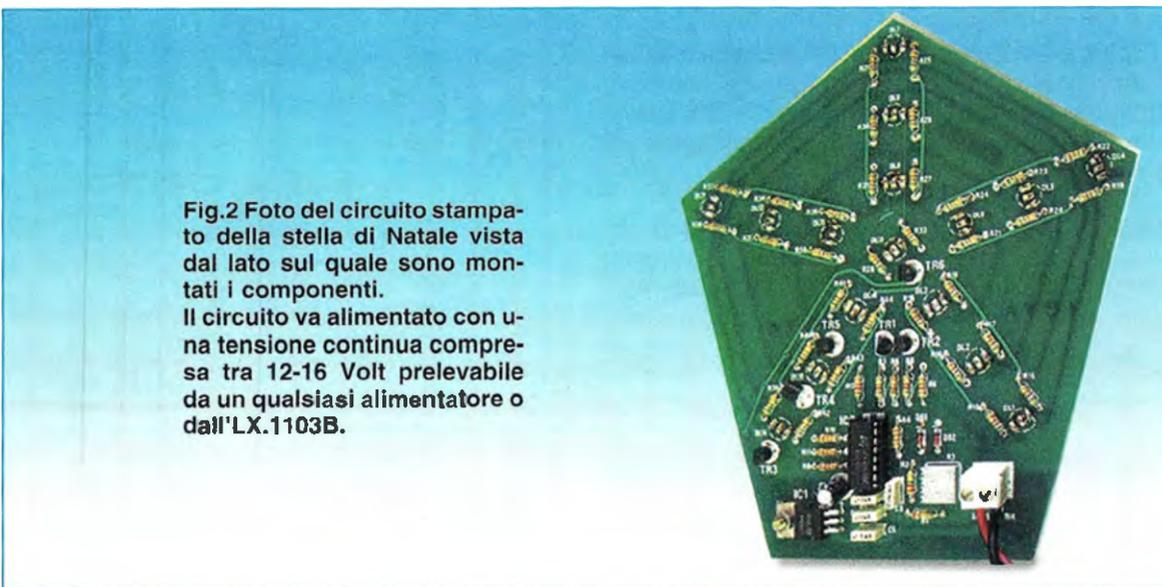

Fig.2 Foto del circuito stampato della stella di Natale vista dal lato sul quale sono montati i componenti.
Fig.2 Schema elettrico del gioco di luci siglato LX.1696. Tutto il circuito è sotto la tensione di rete dei 230 volt, stabilizzata a 12 volt dall'integrato MC.78L12, collegato ad un trasformatore da 14 volt alternati tramite un ponte raddrizzatore ed i condensatori di livellamento. Quando il deviatore S1 è aperto (ON) è il segnale captato dalla capsula microfonica a determinare la frequenza di accensione e spegnimento delle lampade collegate sulle uscite; quando, invece, il deviatore S1 è chiuso (OFF) la frequenza è determinata in modo autonomo e a cadenza fissa da un normale oscillatore a bassa frequenza (circa 60 Hz).